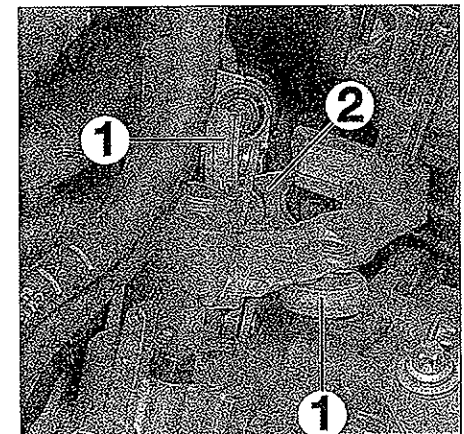

FIG. 6
- Desengrapar los cables de mando (1) de la caja de velocidades (fig. 6).
- Retirar los cables de mando y de selección de la pata de apoyo (2) apretando en los 2 clips hacia la parte trasera.